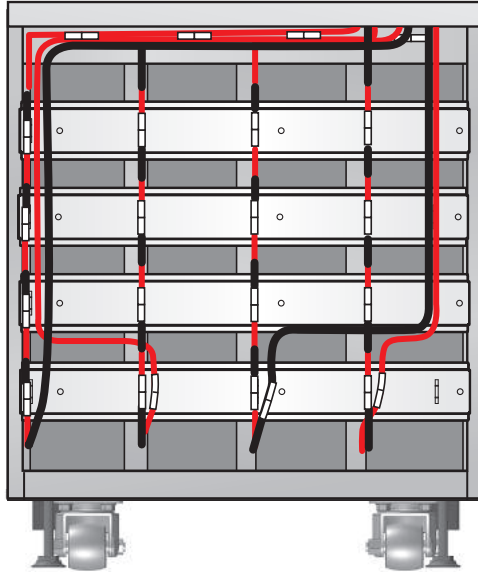

Рис. 6-9. Монтаж комплекта для установки батарей
- 7 К выполнению следующих процедур допускается только квалифицированный сервисный персонал. Для ИБП с кодами заказа GES203HH33B035, GES303HH33B035 или GES403HH33B035: откройте переднюю дверцу ИБП, установите две группы из 40 аккумуляторов (в поставку не входят; информацию о типе батарей уточните в сервисной службе) и монтажный комплект для подключения батарей (в поставку не входит; см. **главу 9**). Установка монтажного комплекта показана на **рис. 6-9**. При подключении АКБ необходимо соблюдать полярность.